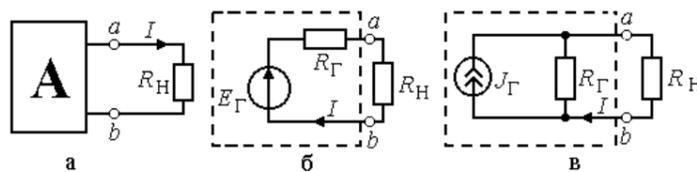

Рис. 2.1
При расчете линейных электрических цепей часто бывает нужно определить ток в какой-нибудь одной ветви. В этом случае по отношению к зажимам этой ветви всю остальную часть цепи можно рассматривать как активный двухполосник (рис. 2.1, а) и при расчете заменить его эквивалентным генератором (рис. 2.1, б) с ЭДС E_{Γ} и внутренним сопротивлением R_{Γ} .
между теми же точками при равенстве нулю внутренних ЭДС и задающих токов источников двухполосника. Возможна и схема эквивалентного генератора с источником тока (рис. 2.1, в), задающий ток которого равен току короткого замыкания активного двухполосника I_{K3} , при этом $J_{\Gamma} = \frac{E_{\Gamma}}{R_{\Gamma}}$.
Для определения тока нагрузки применяются либо формула Тевенена–Гельмгольца (рис. 2.1, б)
либо формула Нортона–Поливанова (рис. 2.1, в)
2. Изобразите одноконтурную схему эквивалентного генератора (рис. 2.1, б) и с ее помощью докажете справедливость формул определения параметров генератора по методу двух нагрузок, используя второй закон Кирхгофа.